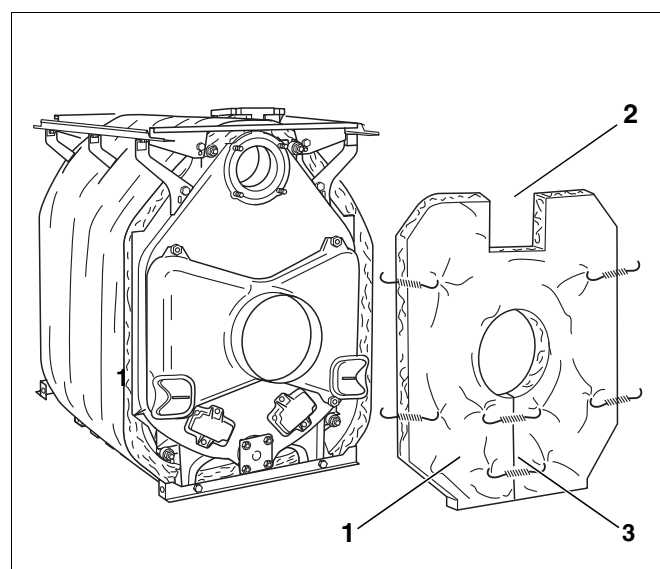

Abb. 46 Hintergliedwärmeschutz montieren
- Hintergliedwärmeschutz (Abb. 46, **Pos. 1**) auf den Abgasstutzen schieben. Dabei muss der Ausschnitt für den Kesselrücklauf (Abb. 46, **Pos. 2**) nach oben zeigen.
- Den Schlitz unterhalb des Abgasstutzens mit einer Spannfeder verschließen (Abb. 46, **Pos. 3**).